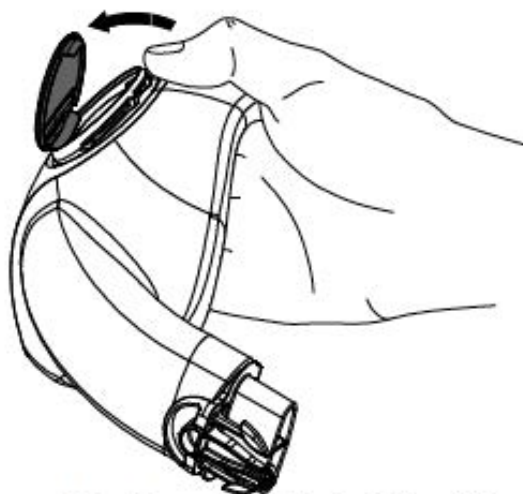

Figure 26 - Removing Exhalation Valve cover
- 指の爪を使ってクリップを外し、バルブカバーを押し上げます。図26を参照してください。